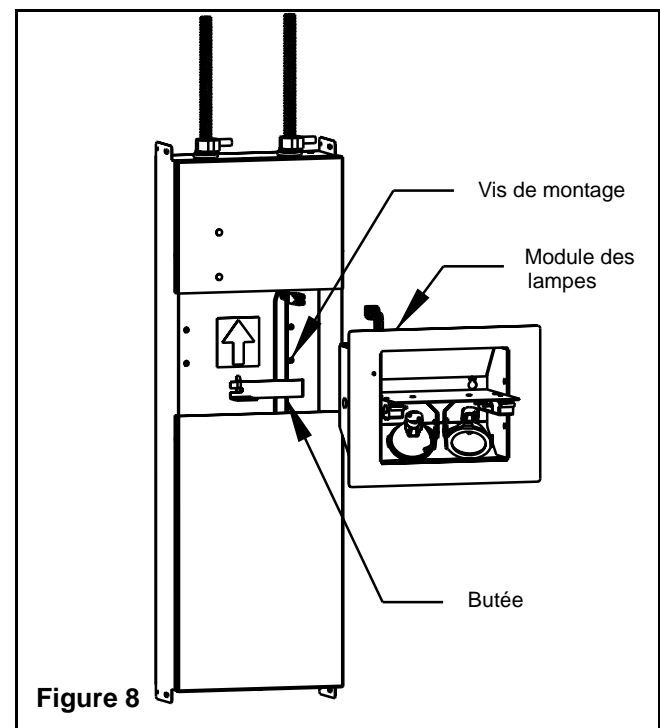

Figure 8
7. Placez les deux fils sous la butée et glissez la butée vers la gauche jusqu'au bout de la fente dans le boîtier encastré (Figure 8).
### Installation du module de lampes (Figure 8)